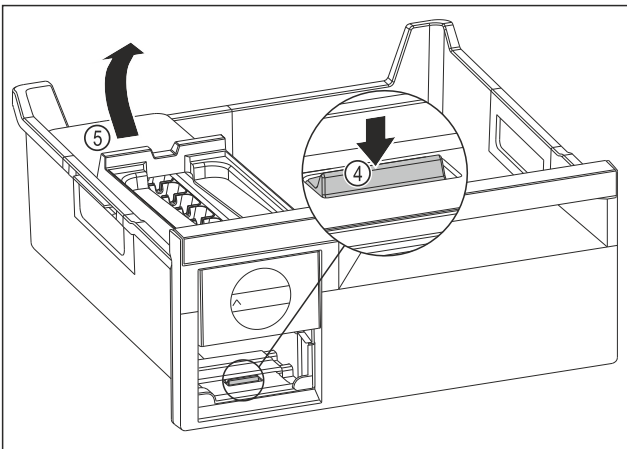

Fig. 130
- ▶ Scoaterea corpului EasyTwist-Ice: Apăsăți eclisa Fig. 130 (4) cu degetele în jos și concomitent cu cealaltă mână ridicați corpul EasyTwist-Ice Fig. 130 (5) din spate.